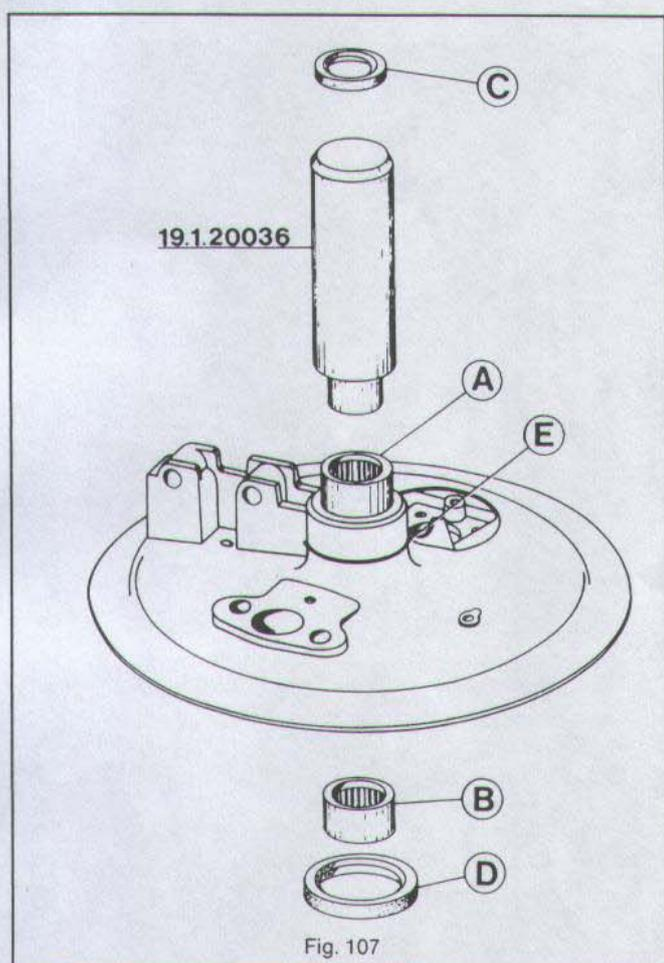
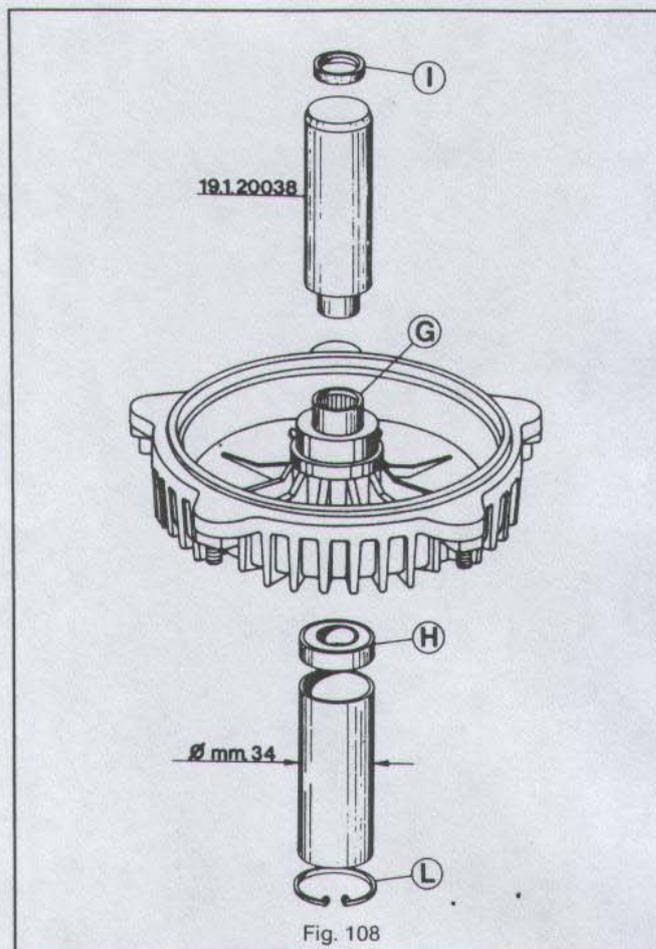
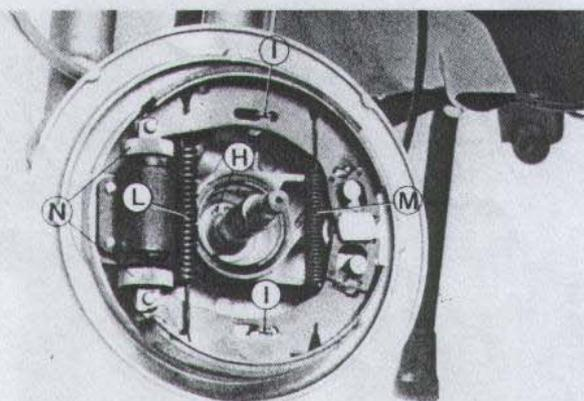

Fig. 107
Fig. 108
Fig. 109
Fig. 107 - Astucci a rullini e anelli di tenuta del disco porta ganasce: montare l'astuccio a rullini «A» mediante l'apposito punzone 19.1.20036 (per il lato esterno del disco).
N.B. - Il cuscinetto a sfere «H», in fig. 108, deve essere posizionato all'interno del tamburo in modo che la parte protetta del cuscinetto risulti all'esterno.
Fig. 109 - Disco porta ganasce sull'asse ruota anteriore e anello elastico: montare il disco porta ganasce sull'asse ruota anteriore (sul quale dovrà prima essere applicata la rondella di rasamento) collegandolo all'ammortizzatore mediante i 2 bulloni di ancoraggio e applicare, con le pinze 19.1.23638, l'anello elastico «H» e completare le operazioni spostando l'anello parapolvere «E» (fig. 107) precedentemente posizionato.
Fig. 108 - Astuccio a rullini - anello di tenuta cuscinetto a sfere-anello elastico del tamburo freno: per il montaggio dell'astuccio a rullini «G» analogamente a quanto effettuato in fig. 107, impiegare lo specifico punzone 19.1.20038 e posizionare il relativo anello di tenuta «L».